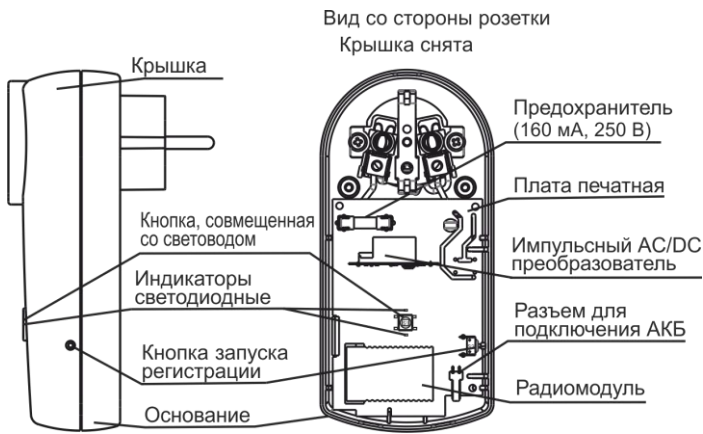

Рисунок 2
4.1 Конструктивно маршрутизатор выполнен в корпусе, совмещенном с вилкой и розеткой на 230 В. Внутри корпуса находится печатная плата с радиоэлементами (рисунок 2).